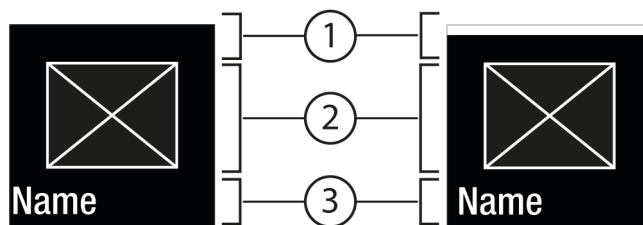
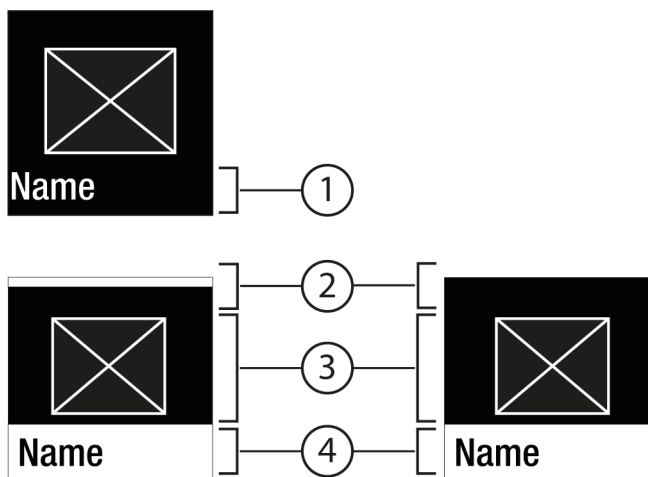

Fig. 6
Fig. 7
- Pomoću Potvrdi Fig. 5 (2) pozovite Podizbornik Fig. 7 (4).
- Namještanje nove vrijednosti: Pomoću Potvrdi Fig. 5 (2) odaberite deaktiviranu vrijednost Fig. 6 (1).
- Natrag u izbornik: Pomoću Potvrdi Fig. 5 (2) odaberite već aktiviranu vrijednost Fig. 6 (2).
- ▷ Status: aktiviran Fig. 6 (1) pojavljuje se kratko u podizborniku Fig. 7 (4).